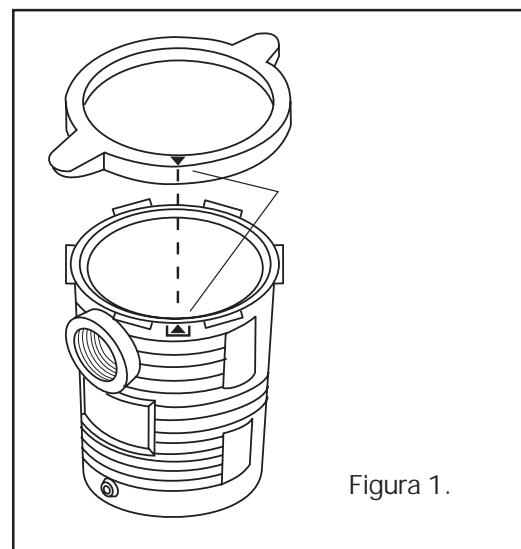

Figura 1.
- Asiente la abrazadera y la tapa y gírelas en sentido de las manecillas del reloj. Gírelas hasta que la tapa quede abrazada al depósito (vea la figura 1). Apriétela con las manos hasta que la flecha indicadora en la espiral esté dentro de la distancia indicada en el aro de la abrazadera.